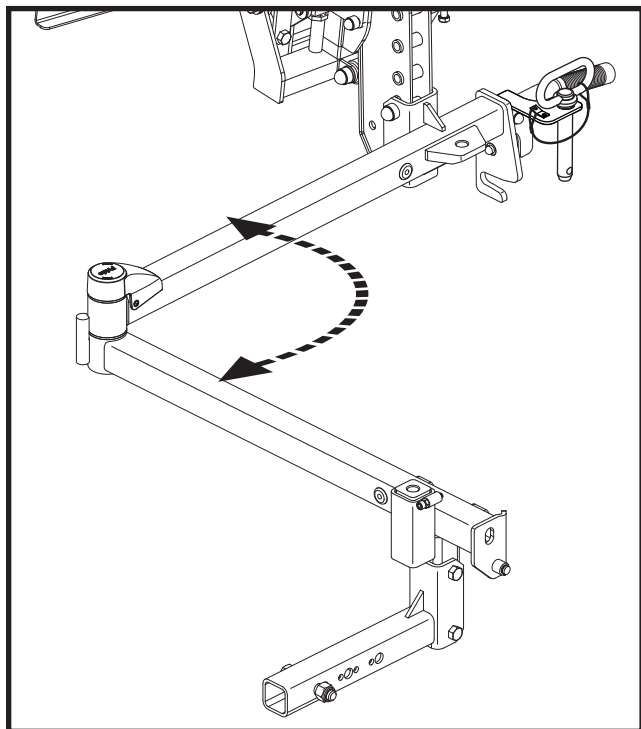

Figura 18. Mueva el sistema de elevación
2. Alinee el adaptador abatible sobre el receptor y el pestillo como se muestra en **figura 18.**